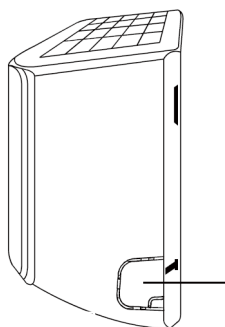

Fig 3.3
2. Als het gat in de muur zich achter het apparaat bevindt, de breekpoort laten zitten. Als het gat in de muur zich naast de binnenunit bevindt, de plastic breekpoort aan deze zijde van de unit verwijderen. (Zie Fig. 3.3). Hierdoor ontstaat een spleet via welke de leidingen uit de unit verwijderd kunnen worden. Een punttang gebruiken als de plastic breekpoort niet met de hand verwijderd kan worden.